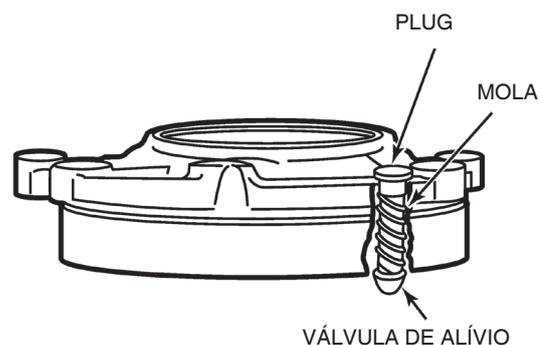

Figura 5.72
- D. Se removido, instale o conjunto da válvula de alívio de pressão na caixa do rolamento do eixo de entrada. Instale a válvula de alívio, mola e tampão no alojamento. Aperte o tampão 27-54 N.m (20-40 lb-ft). Figura 5.72. **T**